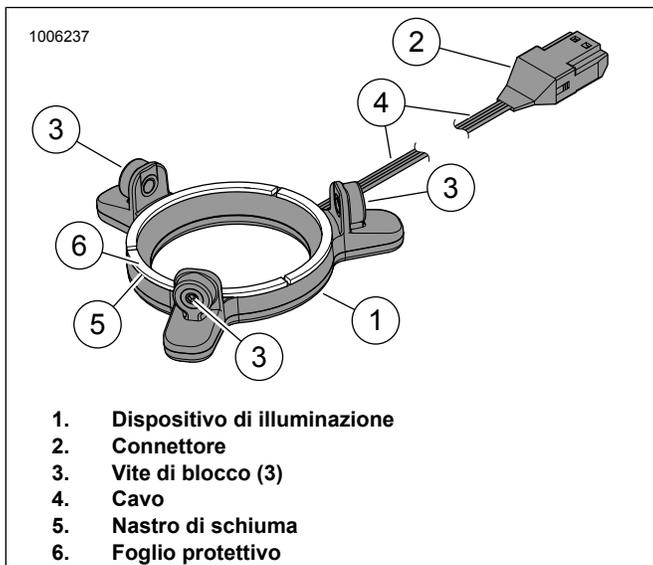

Figura 7. Luce LED, altoparlante rotondo Stage II
3. Vedere la figura 7. Rimuovere il foglio protettivo (6) dal nastro di schiuma (5) sul retro del dispositivo di illuminazione (1).